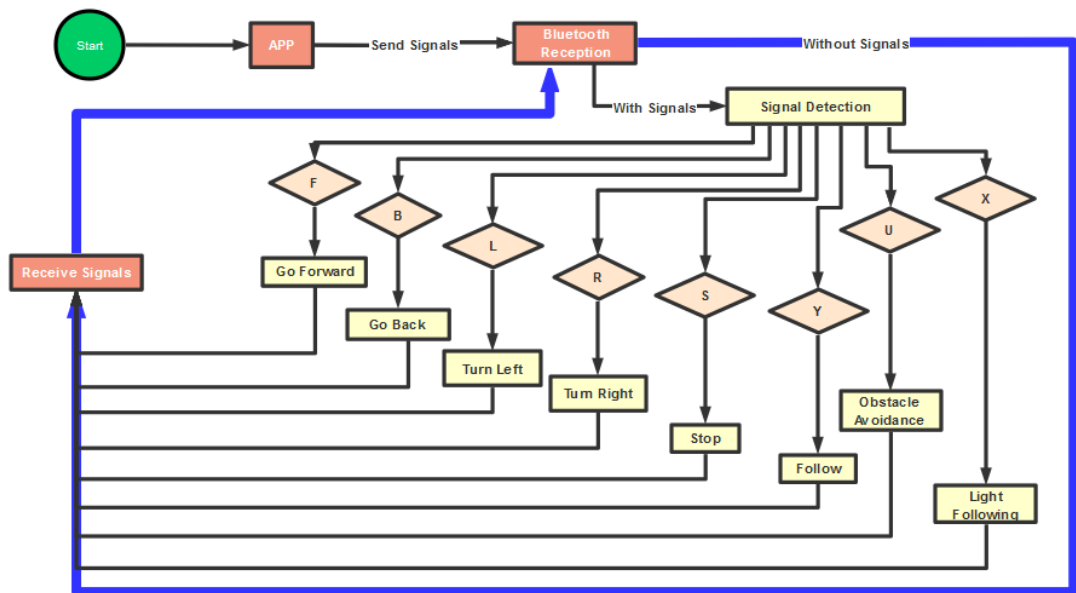

Рис. 8. Блок-схема алгоритму програми робота
18. Використовуючи ble-serial або мобільний застосунок BLE Scanner, підключитись до bluetooth-модуля робота й перевірити функціонування робота відповідно до рис. 8.